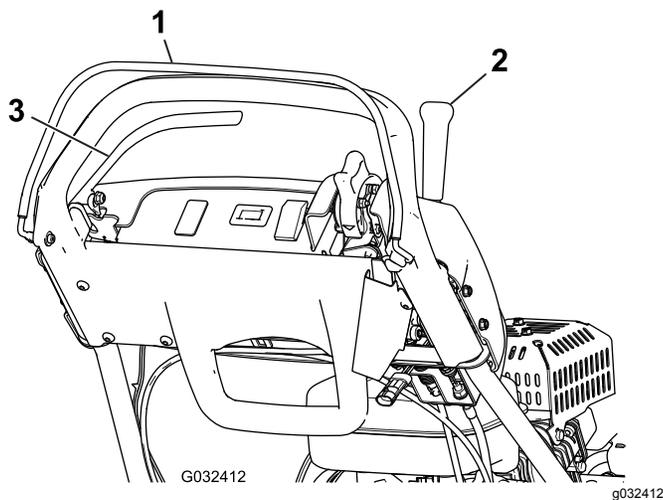

图29
3. 放开操作员到位控制装置后尝试接合牵引杆图29。牵引杆**应该不能**接合。如果牵引杆能够接合则需要对联锁系统进行维修。请在操作机器之前纠正该问题请参阅 维修牵引联锁开关 \(页码 28\)。
4. 压下操作员到位控制装置并接合牵引杆然后松开操作员到位控制装置图29。牵引杆**应**脱离。如果牵引杆不能分离则需要对联锁系统进行维修。请在操作机器之前纠正该问题请参阅 维修牵引联锁开关 \(页码 28\)。
5. 压下操作员到位控制装置并将换挡控制杆移至左侧接合牵引和滚刀驱动装置然后松开操作员到位控制装置图29。牵引杆**应**脱离。如果牵引杆不能分离则需要对联锁系统进行维修。请在操作机器之前纠正该问题请参阅 维修牵引联锁开关 \(页码 28\)或 调整滚刀控制装置 \(页码 31\)。
6. 压下操作员到位控制装置并将换挡控制杆移至左侧接合牵引和滚刀驱动装置将换挡控制杆移至右侧分离滚刀驱动装置图29。滚刀驱动装置**应**分离。如果滚刀驱动不能分离则需要对联锁系统进行维修。请在操作机器之前纠正该问题请参阅 调整滚刀控制装置 \(页码 31\)。
2. 在按下 OPC、牵引杆接合以及发动机控制装置处于启动位置图29的情况下尝试启动发动机。发动机**不应**启动。如果发动机启动则需要对联锁开关进行维修。请在操作机器之前纠正该问题请参阅 维修牵引联锁开关 \(页码 28\)。
2. 分离牵引杆接合刹车并使发动机控制装置处于启动位置图29尝试启动发动机。发动机**应**启动。如果发动机没有启动则需要对联锁开关进行维修。请在操作机器之前纠正该问题请参阅 维修刹车联锁开关 \(页码 29\)。
3. 发动机运行时接合脚踏刹车而非手刹锁压下操作员到位控制装置并接合牵引杆图29。发动机**应**慢慢减速但不**应**熄火。如果发动机快速关闭则需要对联锁开关进行维修。请在操作机器之前纠正该问题请参阅 检查刹车联锁开关 \(页码 19\)。
4. 发动机运行时接合手刹锁定装置按下操作员到位控制装置并接合牵引杆图29。发动机**应**关闭。如果发动机没有关闭则需要对联锁开关进行维修。请在操作机器之前纠正该问题请参阅 维修刹车联锁开关 \(页码 29\)。